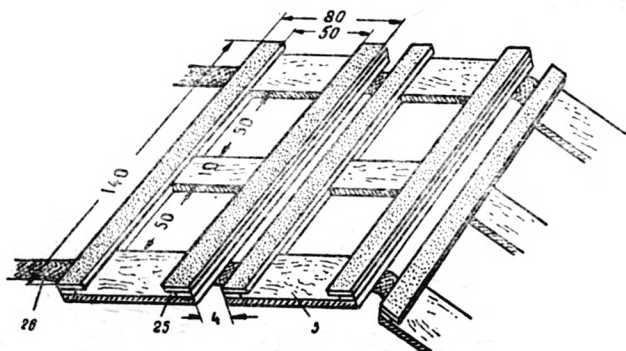

Рис. 25. Лента для стереодиапозитивов.
Поместите стереопары на непрерывную ленту из фанерных дощечек, связанных между собой узкой тесьмой. Рис. 25 изображает эту ленту в собранном виде. Заготовьте для нее десять фанерных пластинок (5) с отверстиями. Размеры этих пластинок должны быть одинаковыми, иначе неизбежно будут неполадки — перекося или заклинивание ленты.